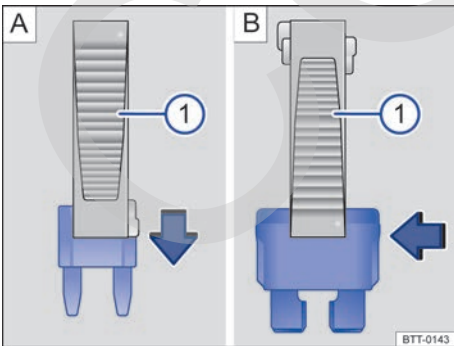

Fig. 194 Retirar o colocar un fusible con las pinzas de plástico (1).
- Dado el caso, retire las pinzas de plástico → fig. 194 (1) situadas en la cubierta de la caja de fusibles.
- En el caso de los *fusibles pequeños*, agárrelos con las pinzas (1) desde arriba [A].
- En el caso de los *fusibles más grandes*, desplace las pinzas (1) lateralmente sobre el fusible [B].